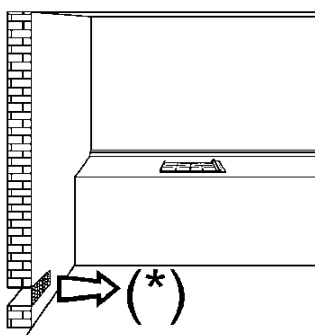
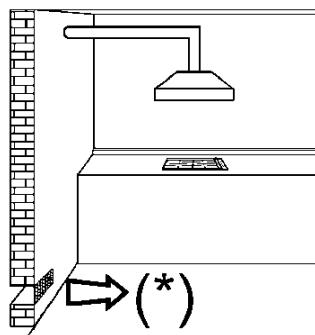
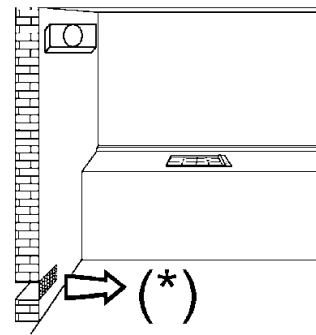

FIG. 3
FIG. 4
FIG. 5
- a utilização dum aparelho de cozinhar a gás produz calor e humidade no local onde está instalado, portanto, é necessário garantir uma boa ventilação do local, mantendo as aberturas da ventilação natural desobstruídas (fig. 3) e activando o dispositivo de ventilação mecânico (ver. fig. 4 e fig. 5).